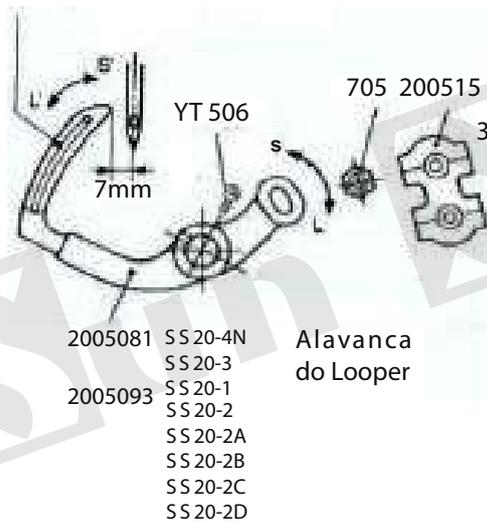

Fig. 1
a) Inserir a agulha na barra de agulha, tanto quanto for possível. com a cava na direção do operador. Aperte a porca da barra da agulha (3504046) para segurar a agulha no lugar (Fig.1-a). Distância entre a chapa de agulha e ponta de agulha deve ser 37 milímetros com a agulha na posição mais alta. Para ajustar, soltar o parafuso (3510192) do suporte da barra de agulha (2003038)
Altura da agulha ,reajustar para que a parte inferior do olho do looper que está no topo do furo da agulha, quando buraco looper está no centro da agulha (Fig.1-b).
Reajustar a altura da agulha quando o fundo do olho looper está no topo do buraco da agulha, quando buraco looper está no centro da agulha (Fig.1-c).